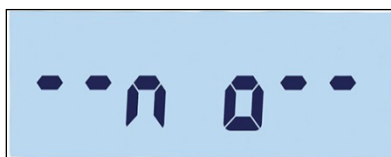

Figura 3-39: Messaggio di avvertenza della seconda applicazione
- È possibile selezionare solo un'applicazione da attivare mediante un tasto funzione. Se a ciascun tasto viene assegnata un'applicazione, (ad esempio, F1 = Conteggio, F2 = Pesa di animali), solo la prima applicazione attivata funzionerà. Se viene premuto F1, il terminale entrerà in modalità conteggio e premendo F2 non sarà attivata la pesa di animali. Verrà invece visualizzato un avvertimento (Figura 3-39). Per attivare l'altra applicazione, uscire dall'applicazione attiva premendo F2.